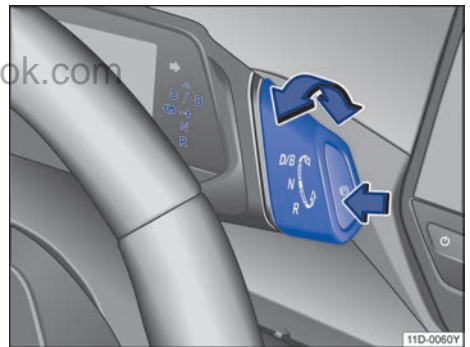

图 91 带电子驻车制动器按钮的行驶挡开关（箭头）
3. 短促按压启动按钮 → 图 91。
行驶挡开关带有一个用于电子驻车制动器的按钮 。如需从空挡位置 N 切换到行驶挡，踩下制动踏板并将行驶挡开关沿所需方向转动→图 91：
若要在行驶挡 D 和 B 之间切换，一次性向前转动行驶挡开关，从位置 D/B 中换出即可→图 91。行驶挡开关此时始终被弹回。再次向前转动可以切换回行驶挡 D。